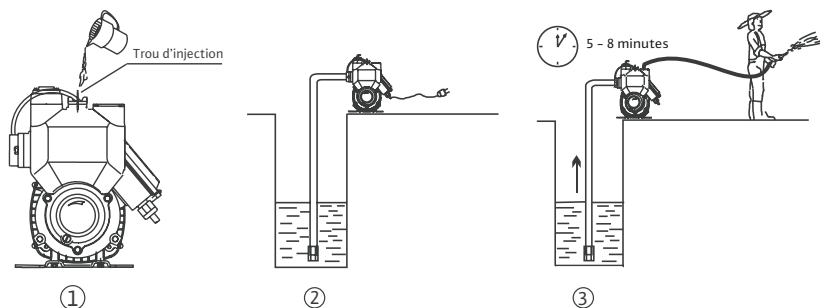

Figure 4
- Remplir le circulateur avec de l'eau provenant du clapet de refoulement (Fig. 4).